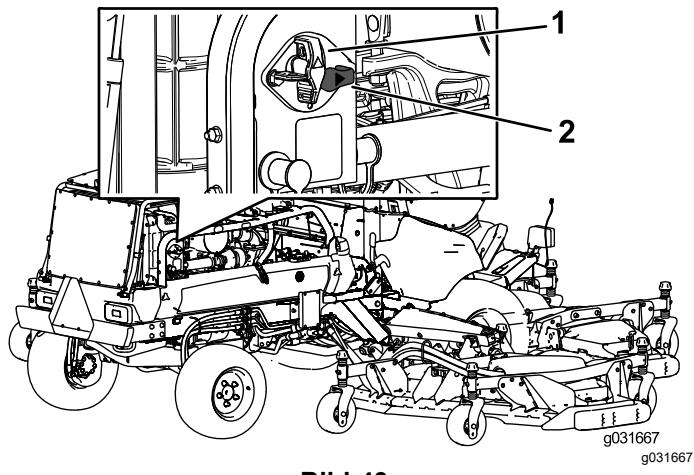

Bild 43
- Drehen Sie den Trennschalter des Akkus nach rechts in die EIN-Stellung, um die Maschine mit Strom zu versorgen (Bild 43).
- Drehen Sie den Trennschalter des Akkus nach links in die Aus-Stellung, um die Stromzufuhr zur Maschine zu unterbrechen (Bild 43).